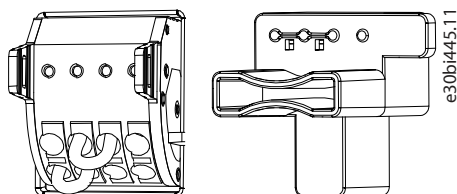

Abbildung 17: Verdrahteter Klemmenblock (links) und STO-Steckbrückenklemme (rechts)
- Verdrahten Sie den Klemmenblock wie in Abbildung 17 gezeigt oder verwenden Sie die STO-Steckbrücken aus dem Montagezubehör und setzen Sie diese auf X31 und X32. Dadurch wird sichergestellt, dass beide sicheren Eingänge mit 24 V DC versorgt werden, um den normalen Betrieb zu ermöglichen.